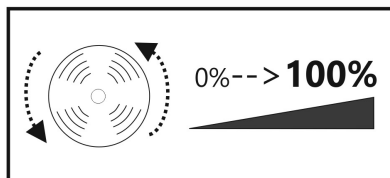

Figure 9
- Poussez lentement le levier de commande pour la fonction du moteur de la position basse en position la plus haute (fig. 9). L'hélice démarrera et la vitesse de rotation augmentera en fonction de la position du levier de commande.